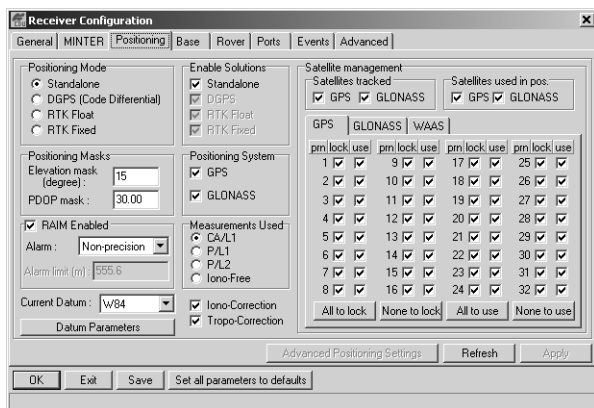

Figura 3-8. Configuración del Receptor– Posicionamiento
10. Seleccione el rótulo **Positioning** y configure las Máscaras de Posición, el parámetro de la máscara de Elevación a 15 (Figura 3-8).
4. Seleccione el rótulo **Positioning** y defina el parámetro Position Masks, Elevation Masks (degrees) (Máscaras de Posición, máscara de Elevación (grados)) a 15 (Figura 3-8 en la página 3-16).